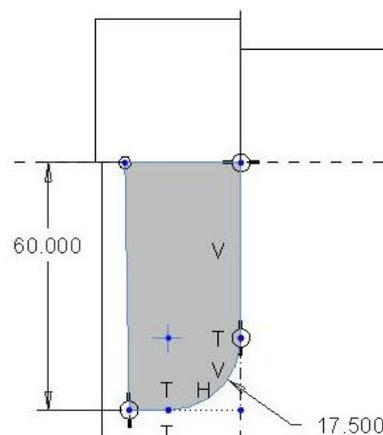

Abb. 15 Skizze Anguss Ölablassschraube und Schauglas
►  Profil ► Skizzierebene: ANGUSS\_OELSCHAUGLAS ► Skizze siehe Abb. 15 ► Referenz: Bodeninnenfläche ►  bis Gehäusewand ► Material hinzufügen